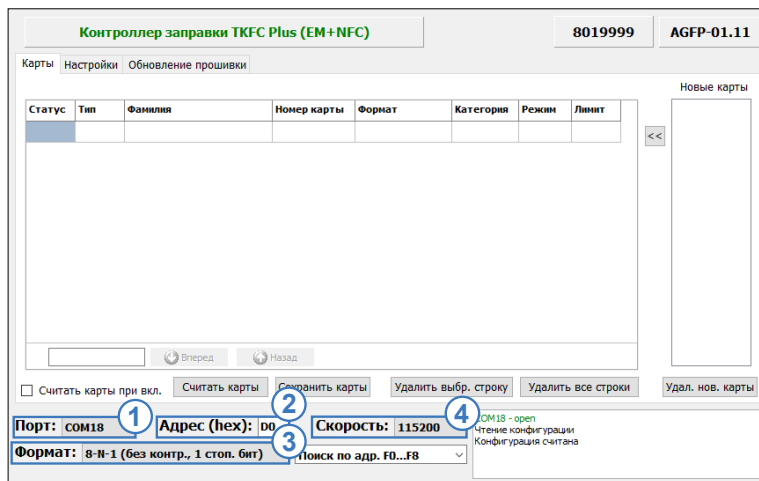

Рис.23. Подключение по известному адресу
- в конфигураторе выбрать COM-порт к которому подключается устройство «TKLS-Prog-485» (**Рис.23, п.1**). Посмотреть порт устройства можно в «Диспетчере устройств» системы, подключив предварительно программатор;
- в поле «Адрес (hex)» указать адрес TKFC Plus, к которому необходимо подключиться (**Рис.23, п.2**);
- настроить формат передачи, заданный в устройстве (**Рис.23, п.3**). По умолчанию – 8-N-1;
- выбрать скорость передачи, заданный в устройстве (**Рис.23, п.4**). По умолчанию – 19200;